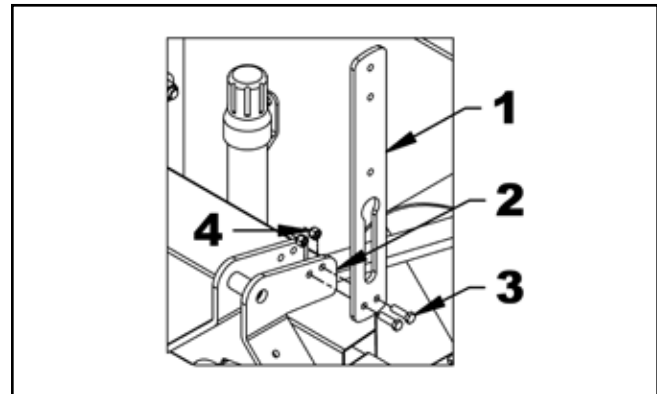

Figure 34. Fixer le support de tuyau
6. Figure 34 : Fixez le support de tuyau (1) sur l'attelage supérieur droit à 3 points (2) à l'aide de deux boulons 3/8 po NC x 1 1/4 po (3) et de contre-écrous à insert nylon 3/8 po (4).